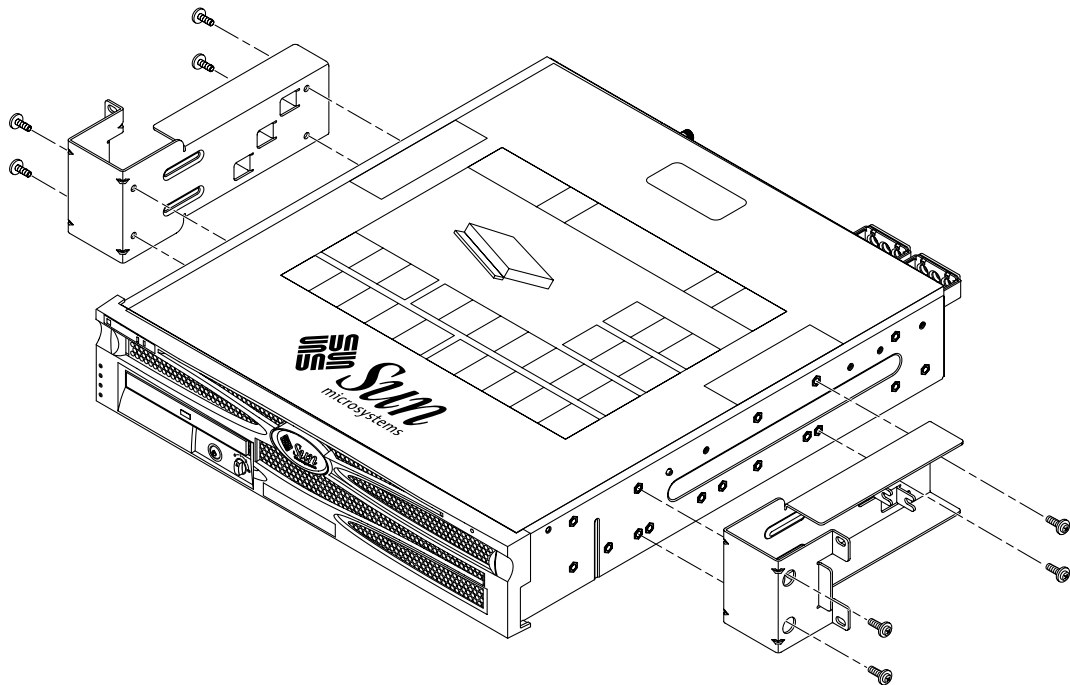

ABBILDUNG 3-24 Befestigen der Seitenwinkel seitlich am Server
2. Befestigen Sie unter Verwendung von acht der M5 × 10-Kombi-Schrauben (vier pro Seitenwinkel) die Seitenwinkel seitlich am Server (ABBILDUNG 3-24).